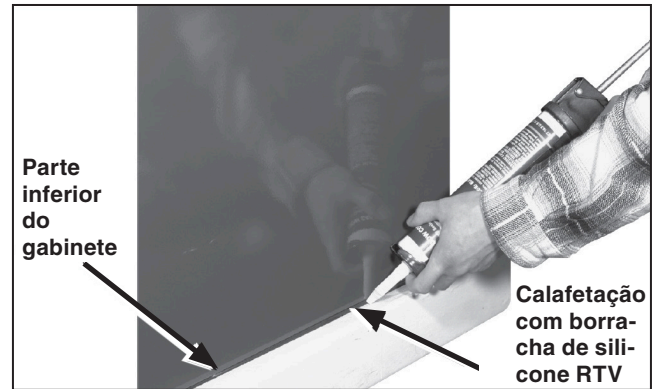

Figura 21. Vede todo o entorno da parte inferior do gabinete calafetando com borracha de silicone.
**PASSO 16.** Uma junta resiliente de células fechadas (*closed-cell*) no flange inferior do gabinete protege o acabamento contra arranhões durante a instalação e isola-o da alcalinidade da fundação de concreto. Esta junta ajuda também a vedar o gabinete da fundação, protegendo contra entradas de bichos, insetos e ervas daninhas, bem como desencorajando tentativas de acessos indevidos. Ver Figura 21.